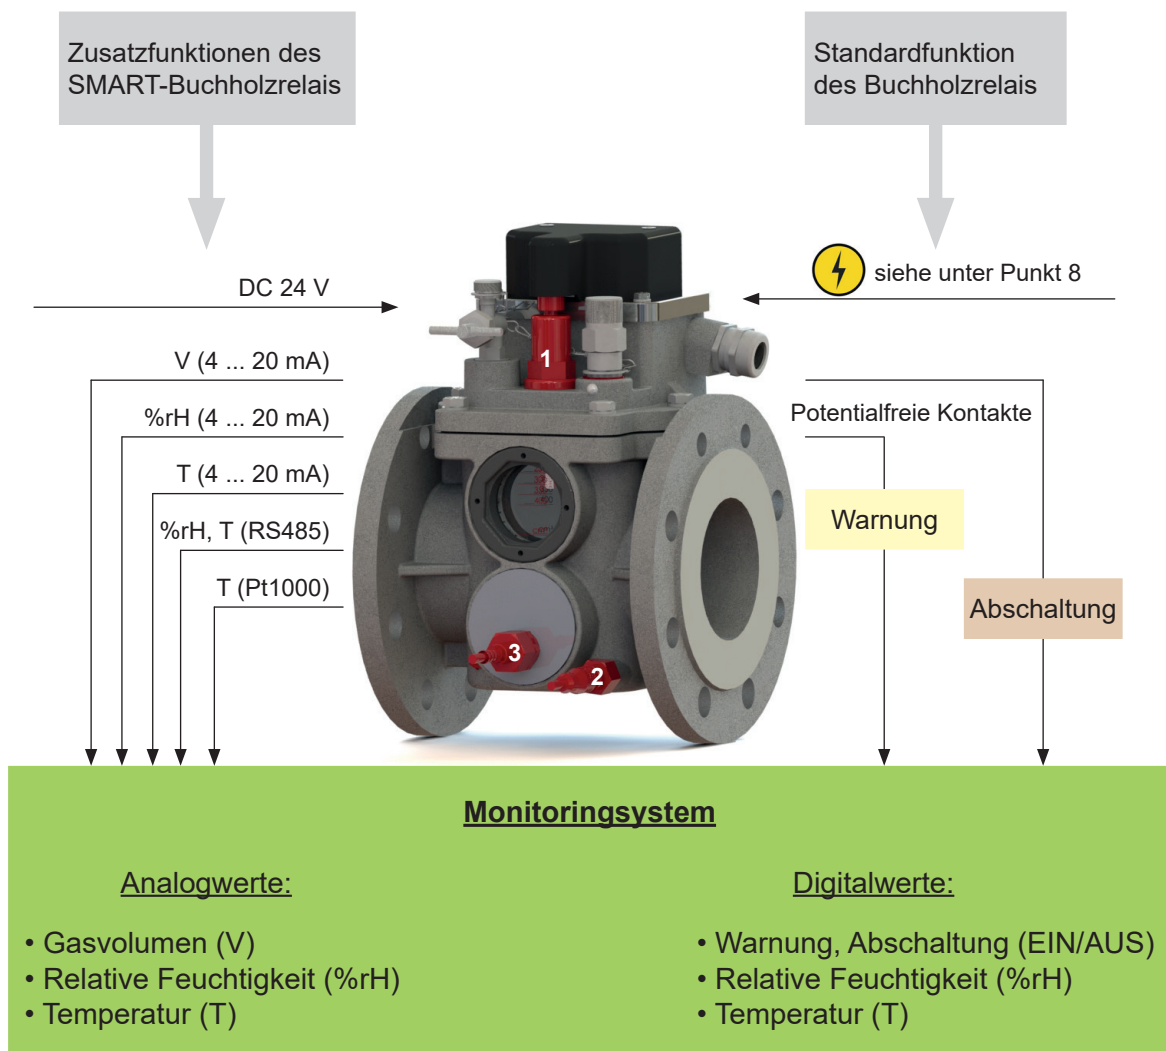

Bild 29 - Zusatzfunktionen des SMART-Buchholzrelais
- Gasvolumensensor - Baureihe NM (Bild 29/ Nr. 1)
- Temperatursensor (Bild 29/ Nr. 2)
- Feuchte-Temperatur-Sensor (Bild 29/ Nr. 3)